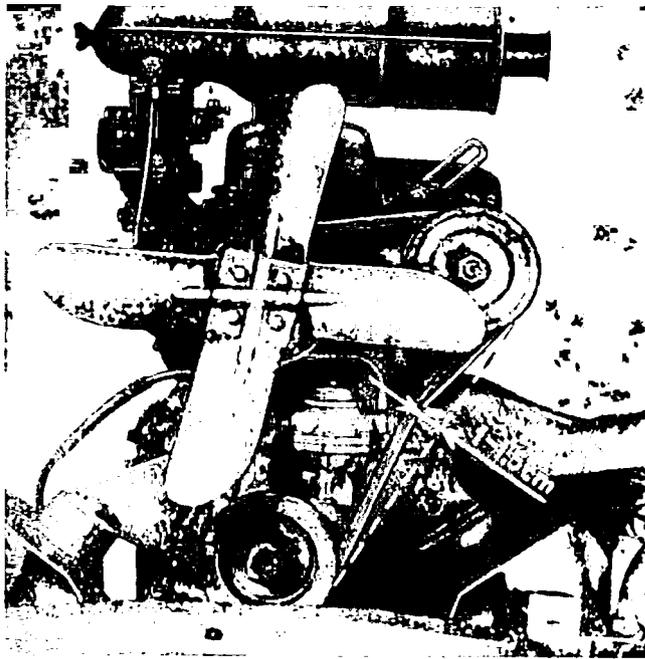

Abb. 33. Prüfen der Keilriemenspannung
Eine Unterkühlung des Motors, die infolge fehlerhafter Funktion des Wärmereglers eintreten könnte, ist für den Motor sehr schädlich und macht sich durch erhöhten Kraftstoffverbrauch, verminderte Leistung, hauptsächlich aber durch außergewöhnlich große Abnützung der Zylinder, bzw. des kompletten Kurbeltriebwerkes bemerkbar; diese Abnützung wird durch Verdünnung des Öles mit Benzin verursacht. An der Schalttafel ist ein Fernthermometer angebracht, an dem die Temperatur des Kühlwassers ständig beobachtet werden kann, so daß sie mit Hilfe der Kühlerjalousie geregelt werden kann. Wenn sich die Kühlung des Motors verschlechtert (die Wassertemperatur ansteigt), überprüfe man die Spannung des Gummikeilriemens, die aus Abb. 33 ersichtlich ist.
26. An dem auf diese Weise zusammengebauten Motor wird die Spannung des Antriebsriemens der Lichtmaschine und des Lüfters überprüft. Ein richtig angespannter Riemen wird bei Druck mit dem Daumen um höchstens 1 bis 2 cm durchgebogen. Ein zu loser Riemen schlupft und verursacht eine ungenügende Kühlung des Motors und eine unrichtige Funktion des Ladestromes der Lichtmaschine. Ein übermäßig angespannter Riemen wirkt ungünstig auf die Lager der Lichtmaschine. Der Riemen wird durch Schwenken der Lichtmaschine nach unten um die unteren Befestigungsschrauben nachgespannt. Vorher müssen jedoch diese Schrauben sowie die Schraube der Spannstrebe gelöst werden. Die Kontrolle der Riemenspannung zeigt die Abb. 33.